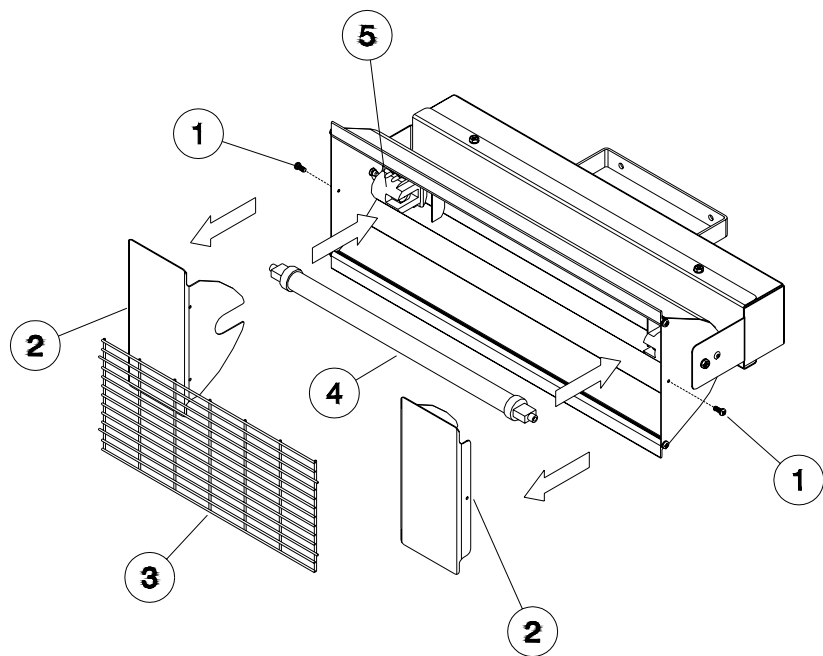

Fig. 2
2. MONTAGE ET REMPLACEMENT DE LA LAMPE (Fig. 2)
- Dévissez les vis (1) et démontez les deux panneaux de protection antérieurs (2) et la grille (3).
- Insérer délicatement la lampe (4) à l'intérieur des supports en céramique (5).